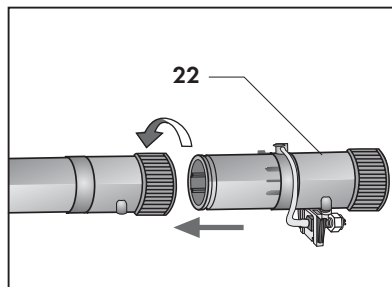

Fig. 24
- inserire la parte terminale femmina del tubo prolunga nella parte terminale maschio del nebulizzatore ruotando la ghiera di bloccaggio del tubo prolunga. **(Fig. 24)**